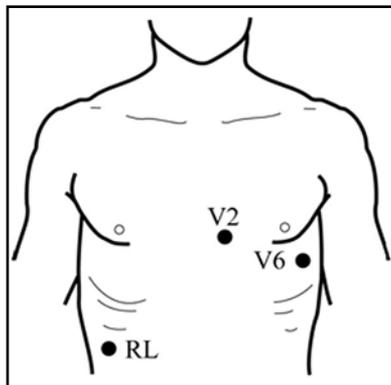

Figura 9: Conexiones de ECG
- En el caso de los monitores *Tango+* con opción de ECG interno, prepare y conecte al paciente las 3 posiciones de los electrodos: RL, V2 y V6 (Figura 9).